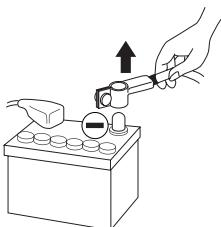

fig. 1
- Avant d'entamer l'installation, déconnectez la borne négative de la batterie pour éviter tout risque de blessure, d'incendie ou d'endommagement du matériel. (fig. 1)
- 2 - Débranchez le fil négatif de la batterie avant de commencer l'installation (*fig. 1*).